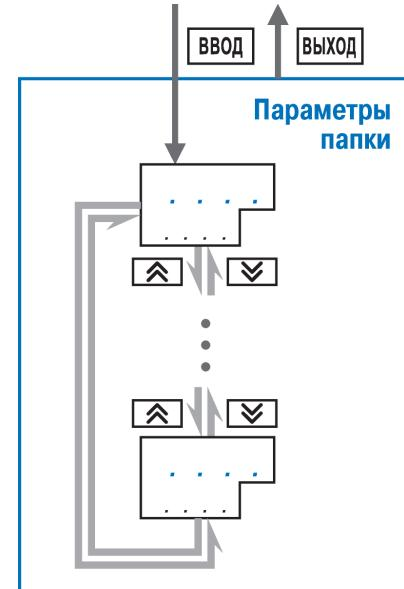

Рисунок 12.4 - Перемещение между параметрами
- Перемещение между параметрами (см. рисунок 12.4) осуществляется кнопками  и  (  – знак конца списка при циклическом перемещении.